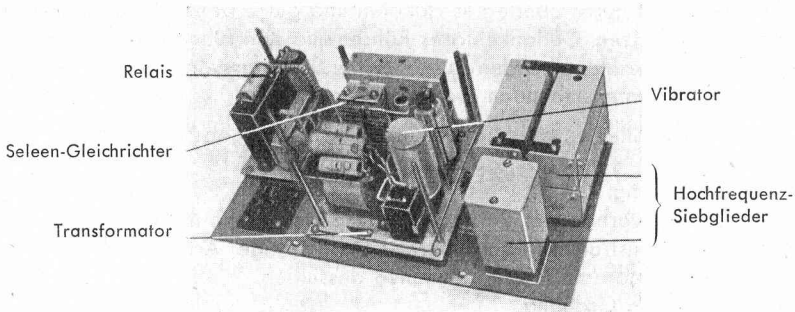

Bild 64. Wechselrichter herausgenommen.
- Empfänger mehrmals ein- und ausschalten und gleichzeitig den Wechselrichterkasten kräftig schütteln. Hilft diese Operation nicht, den **Vibrator** Mallory durch neuen ersetzen (Bild 64).